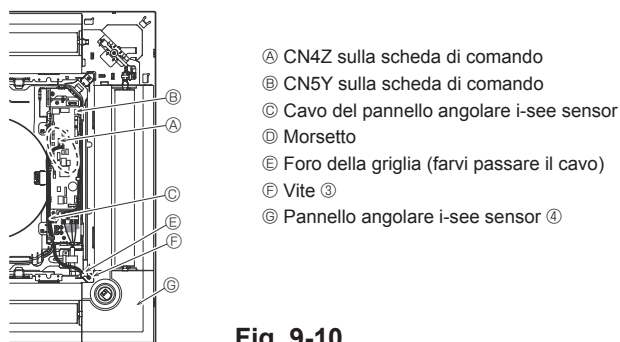

Fig. 9-10
9.4.6. Installazione del pannello angolare i-see sensor (Fig. 9-10)
- Inserire il connettore del cavo (bianco, 4 poli e bianco, 5 poli) del pannello angolare i-see sensor ④ dal lato della scatola elettrica sull'unità principale e collegare al connettore CN4Z e CN5Y sulla scheda di comando.